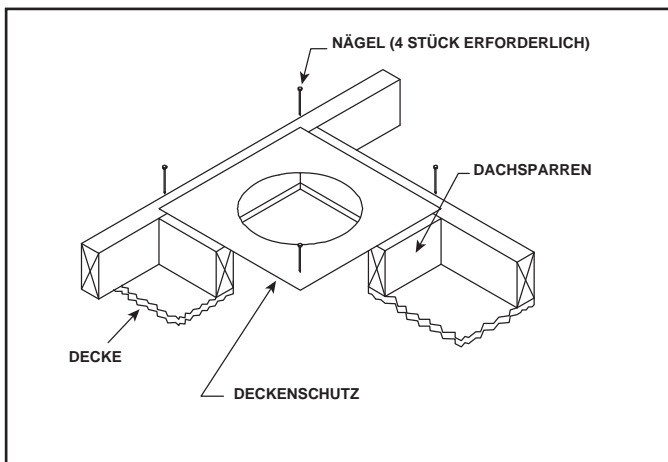

Abbildung 10.15 Dachbodenschutz
- Dichten Sie die Umfassung des Dachblechs ab, wo es die Dachoberfläche berührt. Siehe Abbildung 10.15.